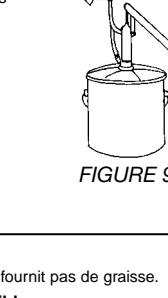

FIGURE 9
4. Introduire le raccord de chargeur de la partie avant dans la valve de la pompe (voir figure 9).